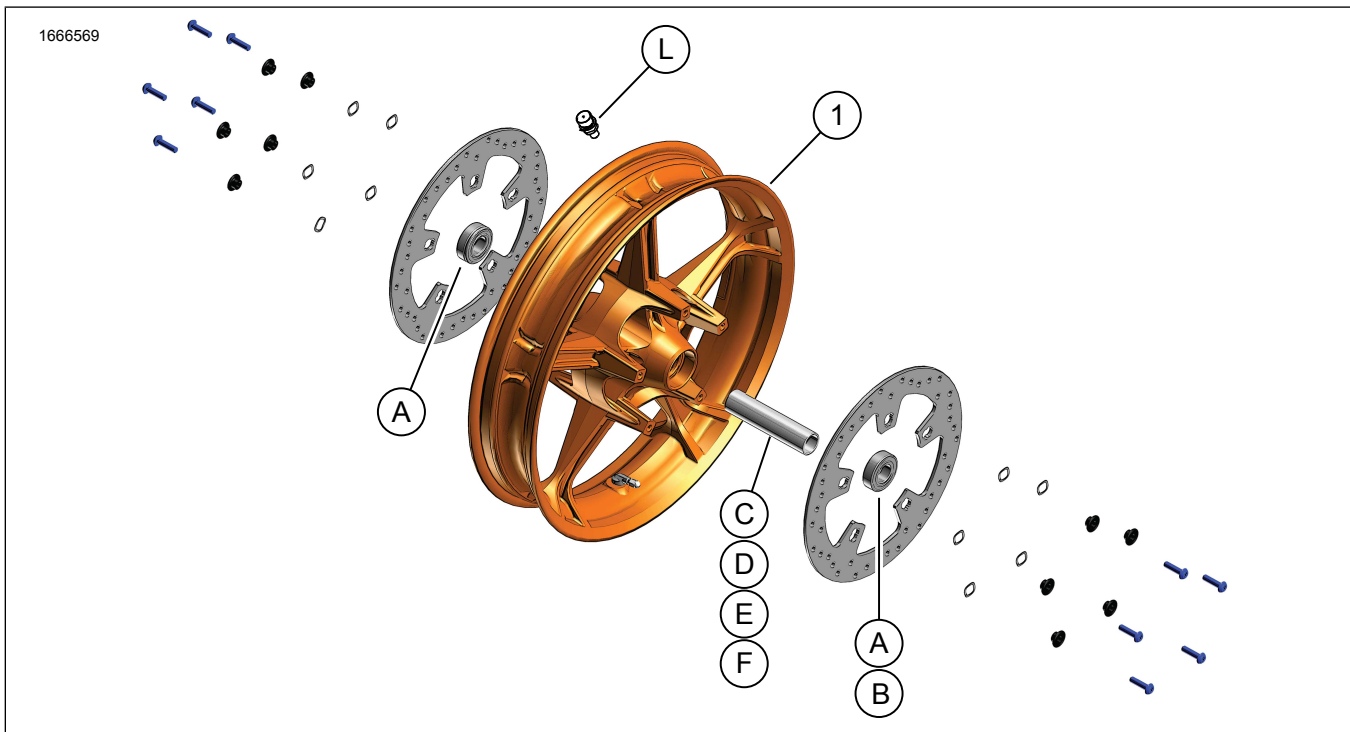

Figura 1. Piezas de servicio: Rueda delantera
1. Consulte la Figura 1. Instalar el ensamblaje del vástago de la válvula en la rueda (N). Consulta el manual de servicio.